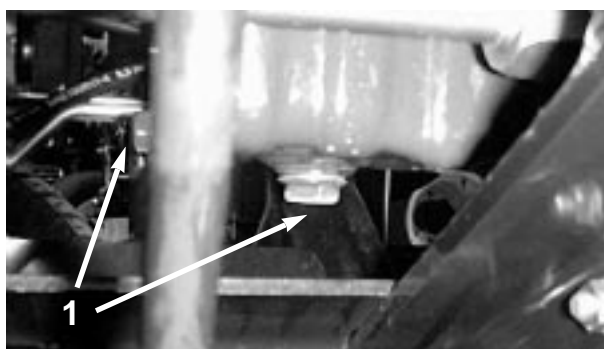

図 47
1. ドレンプラグ (図47) を取り、ドレンパンに廃油を受け、完全に抜けたらプラグを元通りに取り付ける